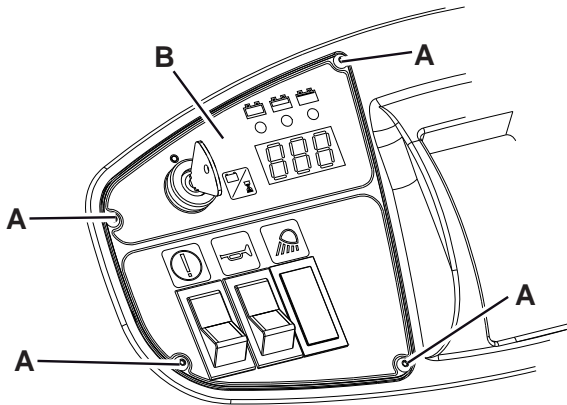

Abbildung 26
8. Sicherstellen, dass den Batteriestecker (25) nicht angeschlossen ist.
9. Stützstange (36) abnehmen und Haube (22) schließen.
10. Schrauben (A, Abb. 26) entfernen und rechtes Bedienpult (B) vorsichtig herausnehmen.
12. Bedienpult (B, Abb. 26) vorsichtig einbauen und mit den entsprechenden Schrauben (A) befestigen.
13. Haube (22) öffnen, Batteriestecker (25) anschließen und Haube (22) wieder schließen.